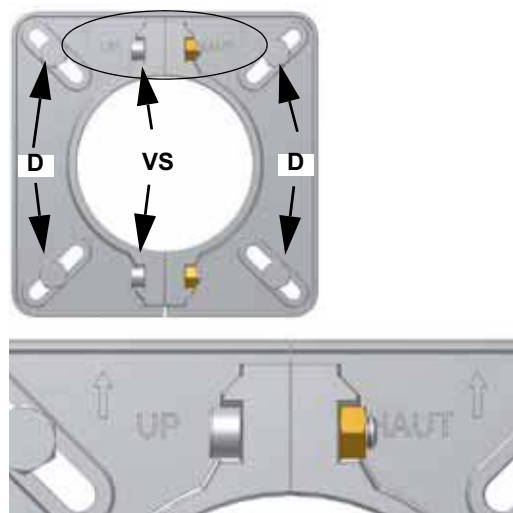

Fig. 5
- 4 conform cu cele date in Fig. 5, fixati flansa pe prezoanele filetate(sau suruburi) **D** de pe cazan , fara a le strange complet ;